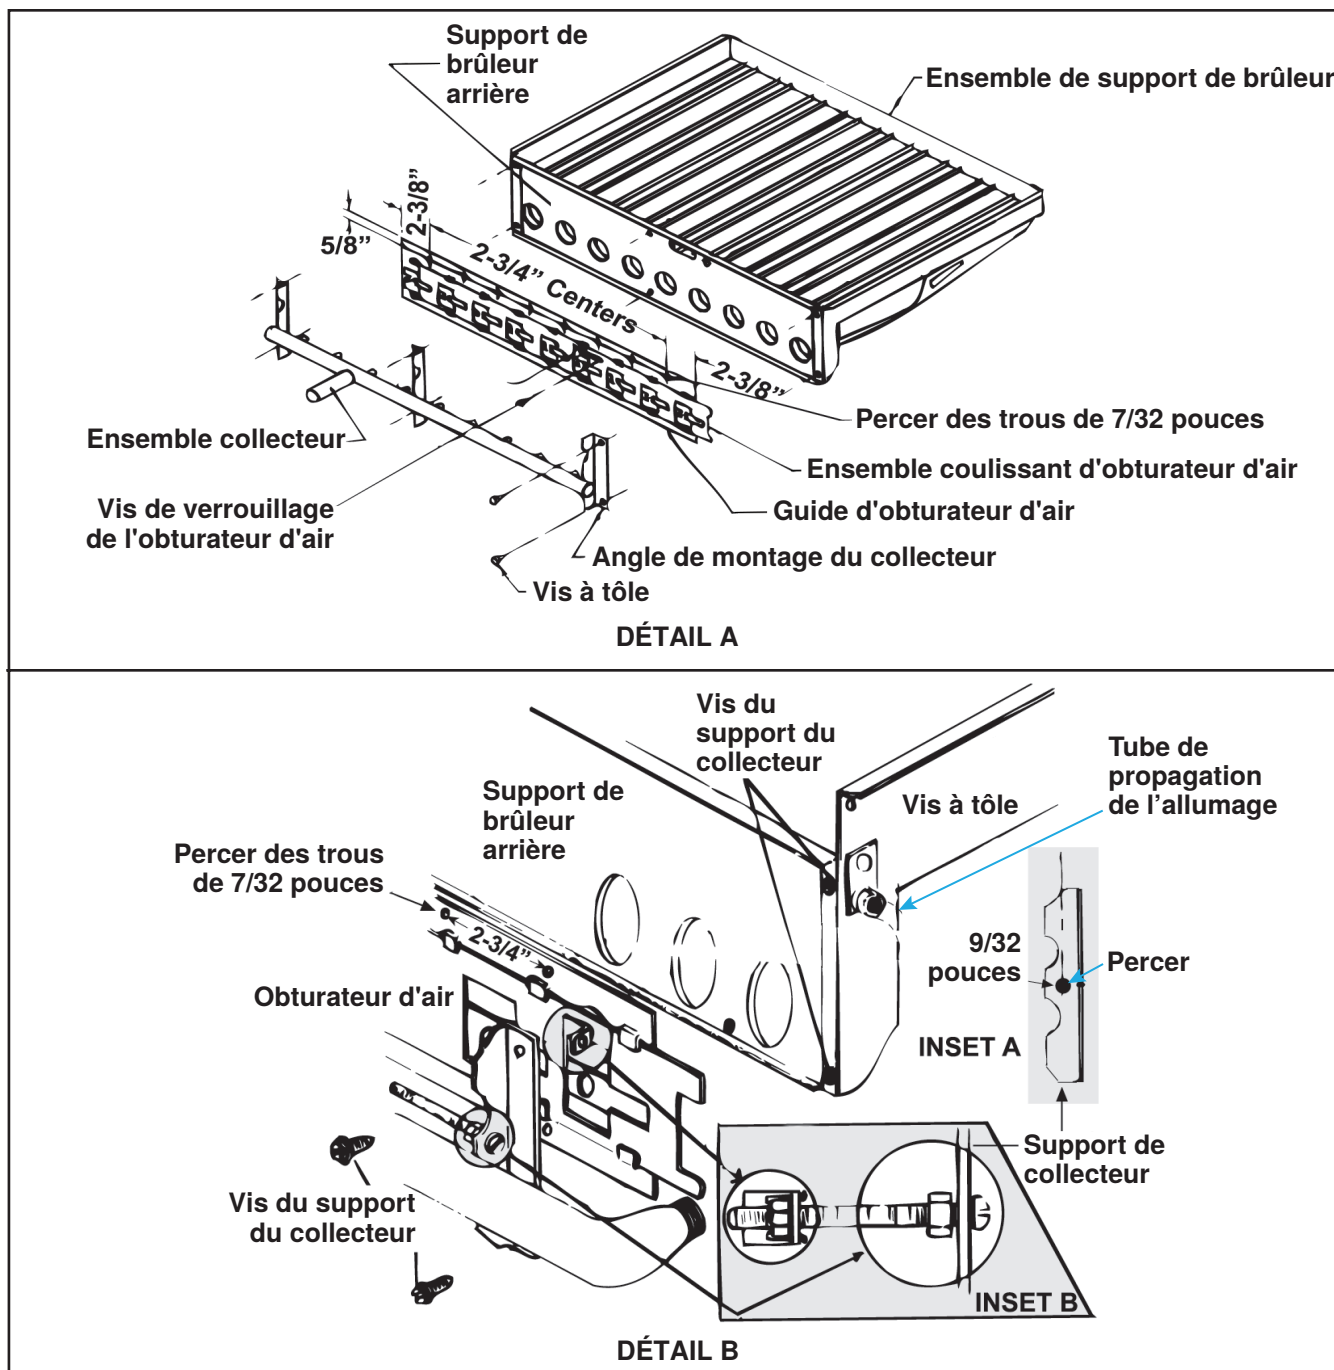

Figure 1. Installation de l'obturateur d'air du brûleur
7. Pour les unités en cours de conversion au propane, installez des obturateurs d'air de brûleur (voir Figure 1) :
- b. Pour le modèle EEDU (voir Figure 1, DÉTAIL A), placez l'ensemble obturateur d'air sur le support du brûleur arrière de manière à ce que les trous de dégagement du bord inférieur du guide de l'obturateur d'air s'adaptent aux trous extrudés situés sur le support du brûleur arrière.
- c. Pour les modèles RP, SC et X (voir Figure 1, DÉTAIL B) :
- (1) Percez un trou de 9/32 pouce dans le coin du support du collecteur à côté des contrôles, à 3/8 pouce du bord du support (voir INSET A).
- (2) Insérez le boulon de réglage de 1/4 de pouce × 2-1/2 de pouce dans le trou de 9/32 de pouce percé dans le support du collecteur (voir INSET B), installez le contre-écrou de 1/4 de pouce sur le boulon et serrez jusqu'à ce que le contre-écrou dégage le support de 1/16 de pouce.
- (3) Insérez l'extrémité filetée du boulon de réglage dans la languette du boulon de réglage sur l'obturateur d'air et tournez dans le filetage jusqu'à ce que le support du collecteur s'aligne avec les trous de montage.